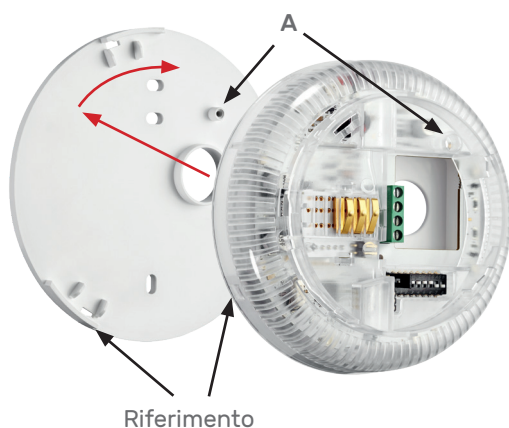

Fig. 1
- ✓ Inserire nella base la vite di bloccaggio "A" con il disco plastico ed avvitarla (Fig. 1)